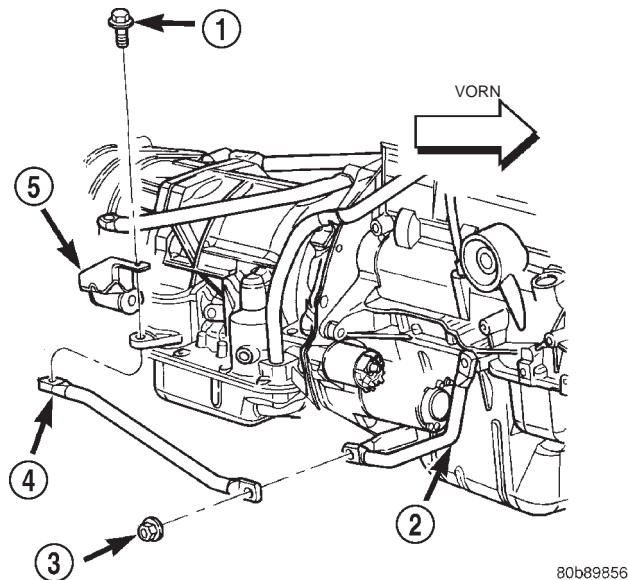

Abb. 45 Getriebe-Torsionsstrebe und Auspuffaufhängung
(3) Auspuffaufhängung und Getriebe-Haltestrebe anbringen, Befestigungsschraube montieren (Abb. 45).
(5) Befestigungsschrauben der Getriebe-Haltestrebe (Abb. 45) mit einem Anzugsmoment von 40 N·m (30 ft. lbs.) festziehen, anschließend die Sicherungsmuttern (Abb. 45) mit einem Anzugsmoment von 108 N·m (80 ft. lbs.) festziehen.